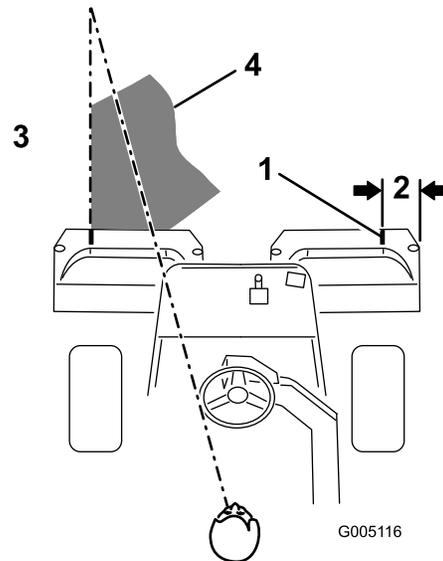

图 27
**注意** 为了保持以直线方式穿过果岭、并使得机器与此前剪草的边缘保持等距请在机器前到果岭未剪部分的边缘想象一条长约 1.83m 的视线图 27。包括将方向盘的外缘看作视线的一部分即让方向盘边缘对准与机器前面始终保持等距的某个点。